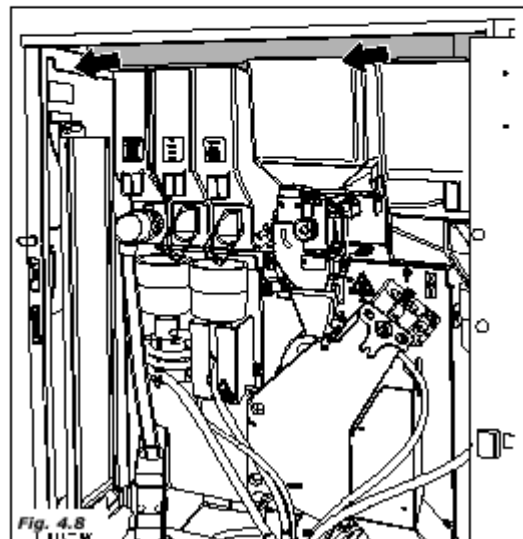

Fig. 4.8
- Снимите пленку, которой закрыты контейнеры для продуктов (рис. 4.8).